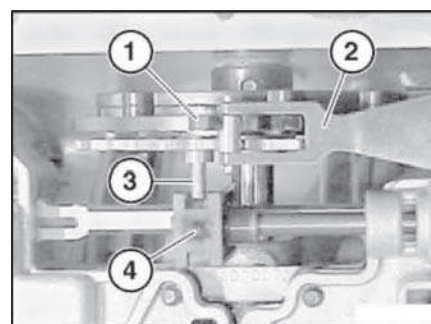

Рис. 12.47. Направляющая
- Установить направляющую (1, рис. 12.47) переключателя АКПП в фиксирующую пружину (2). Поводок (3) селекторного диска должен находиться в пазах (4) тяги золотника.